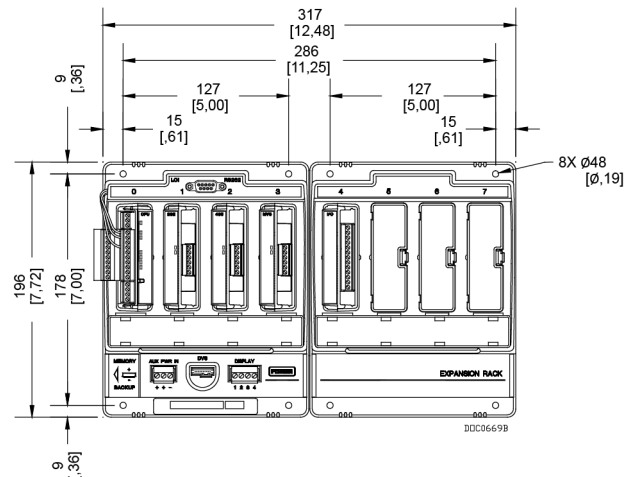

Abbildung 4. Abmessungen des FB107 mit Erweiterungs-Rack
- Haupteinheit und Erweiterungs-Rack. Die Haupteinheit auf der Gehäusemontageplatte positionieren und unter Verwendung des FB107 als Schablone die Montagebohrungen auf der Platte ermitteln. Abmessungen der Haupteinheit mit Erweiterungs-Rack siehe **Abbildung 4**. Montagebohrungen mit einem Gewindebohrer 8-32 UNC in der Platte anbringen. Die Haupteinheit auf die Gewindebohrungen setzen und mit den vier mitgelieferten 8-32 UNC-Schrauben (25 mm/1,00 in. lang) befestigen. Nicht vollständig anziehen. Das Erweiterungs-Rack in die Haupteinheit einsetzen, ausrichten und die Positionen der Rack-Montagebohrungen markieren. Das Erweiterungs-Rack vorsichtig entfernen und dann Montagebohrungen mit einem Gewindebohrer 8-32 UNC in der Platte anbringen. Das Erweiterungs-Rack in die Haupteinheit setzen und an der Platte mit den vier mitgelieferten 8-32 UNC-Schrauben (25 mm/1,00 in. lang) befestigen. Die acht Montageschrauben mit einem Drehmoment von etwa 1,1 bis 1,4 Nm festziehen.